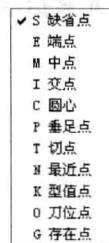

图 1-23 工具点菜单
(1) 当系统提示输入点时，按空格键，弹出工具点菜单，显示可自动捕捉的点的类型，用快速捕捉的方式创建一个新点，如图 1-23 所示。